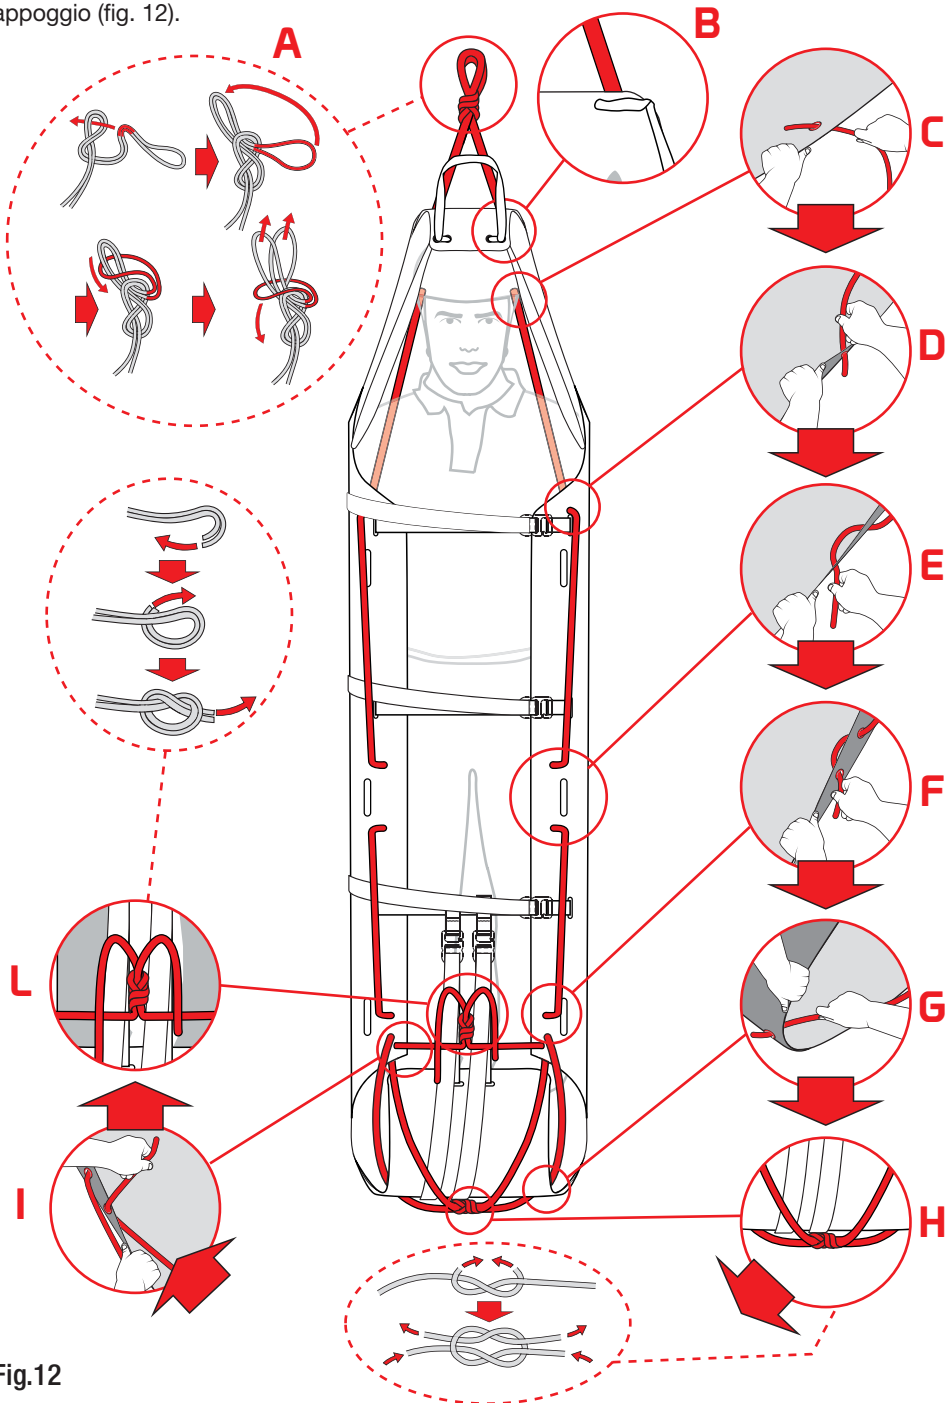

Fig.12
c) sollevamento/calata o recupero in verticale: inserire la corda (H) nei fori A8 del piano di appoggio (fig. 12).